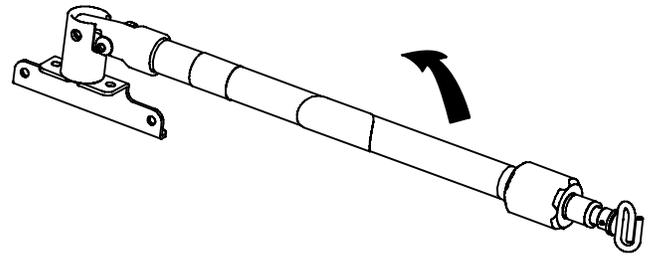

Abbildung 27 – Verstauposition des dreistufigen Infusionsständers
1. Den Infusionsständer anheben und aus der Verstauposition herausdrehen. Nach unten drücken, bis der Infusionsständer in die Aufnahme (A) einrastet.
2. Um den Infusionsständer anzuheben, den Schließring (B) gegen den Uhrzeigersinn drehen und am Teleskopteil (C) nach oben ziehen. Den Infusionsständer auf die gewünschte Höhe anheben.
3. Den Schließring (B) im Uhrzeigersinn drehen, um den Teleskopteil (C) zu arretieren.
4. Um den Infusionsständer weiter zu erhöhen, den Schiebeabschnitt (D) nach oben ziehen, bis die Federklemme (E) einrastet.
5. Die Infusionsbeutel am Infusionshaken (F) aufhängen.
6. Um den Infusionsständer zu senken, die Federklemme (E) eindrücken und Schiebeabschnitt (D) nach unten in den Teleskopteil (C) schieben. Den Schließring (B) gegen den Uhrzeigersinn drehen und den Teleskopteil (C) in das untere Rohr schieben.
7. Zum Arretieren den Schließring (B) im Uhrzeigersinn drehen.
8. Den Infusionsständer anheben und nach unten in die Verstauposition drehen (Abbildung 27).